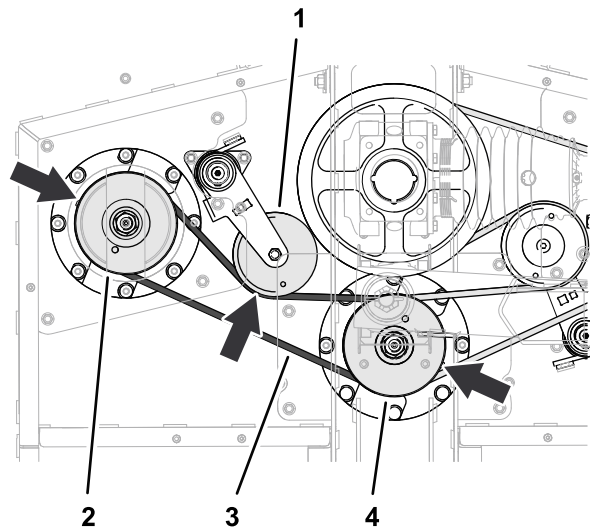

Bild 61
2. Führen Sie den langen Riemen um die Riemenscheibe der linken Spindel und die untere Nut der Riemenscheibe der mittleren Spindel (**Bild 61**).
3. Drehen Sie den Riemenspanner mit einer Brechstange oder ähnlichem Werkzeug im Uhrzeigersinn und ziehen Sie den Riemen auf die Spanscheibe auf (Bild 61).